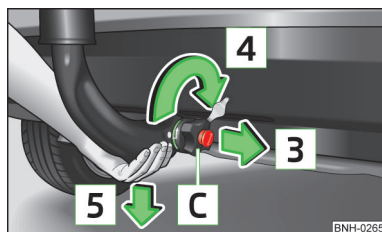

Fig. 111
- Apucați tija cuplei din partea de jos » fig. 111, iar cu cealaltă mână trageți roțița **C** în sensul săgeții **3**.